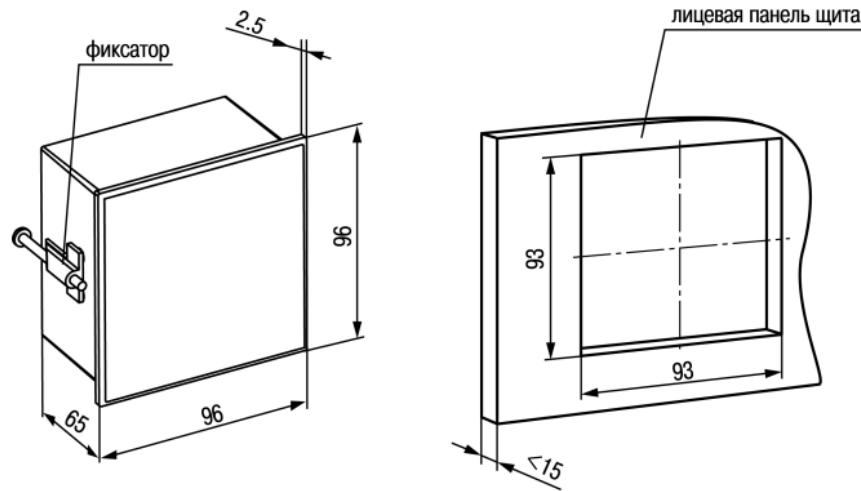

Рисунок 4.2 – Габаритные размеры корпуса Щ1
1. Подготовить на щите управления место для установки прибора (см. рисунок 4.2).